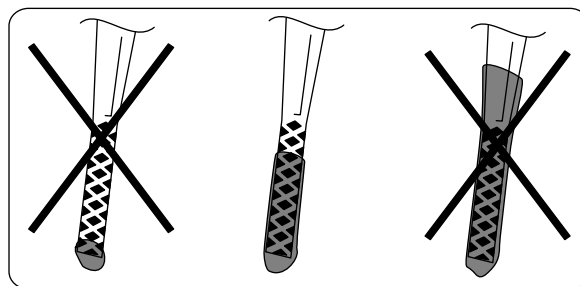

Figure 5
1. Retirez la jauge (Figure 5).
2. Versez de l'huile **avec précaution** dans le tube de remplissage d'huile, en vérifiant régulièrement le niveau sur la jauge, jusqu'à ce que la jauge indique que le moteur est plein, comme illustré (Figure 5). **Ne remplissez pas excessivement.** (Remplissage max. : 0,55 l (0,58 quart), **type : huile détergente SAE 30** de classe de service API SH, SJ, SL ou supérieure.)
**Remarque:** Chaque fois que vous vérifiez le niveau d'huile, sortez la jauge et essuyez-la sur un chiffon propre, insérez-la dans le goulot de remplissage (sans la visser), puis ressortez-la et vérifiez le niveau (Figure 5).